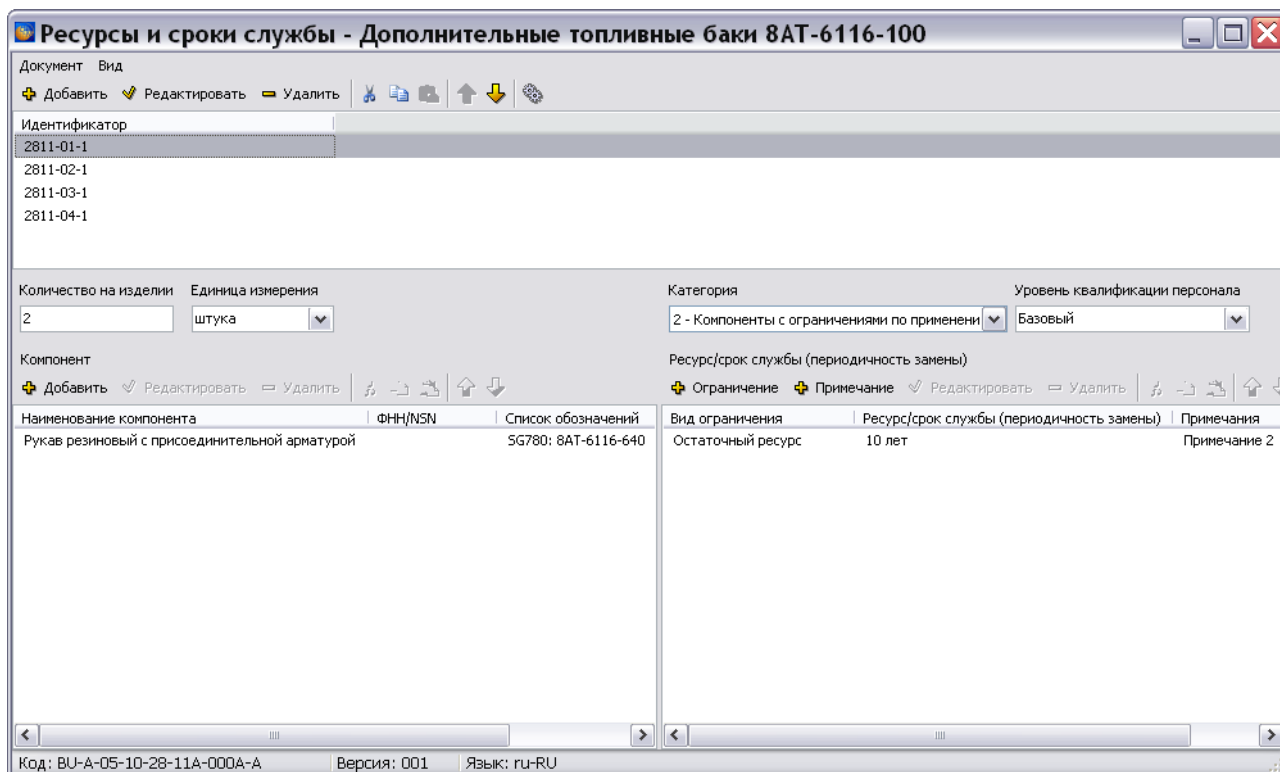

Рис. 22.74
3. Выделите версию модуля данных и нажмите на кнопку . При этом откроется окно редактора ресурсов и сроков службы (Рис. 22.74).